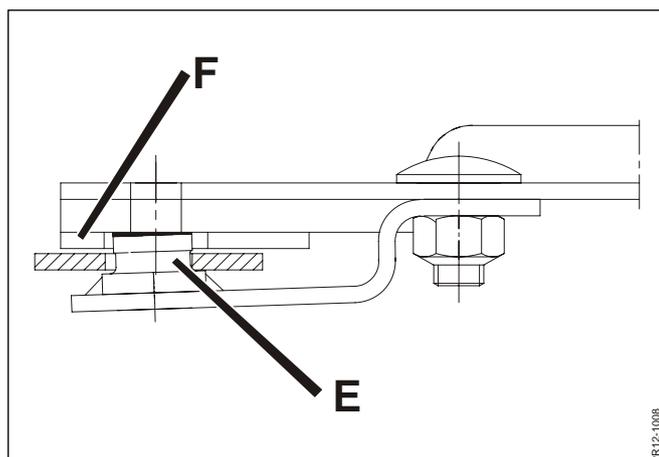

Fig. 5-22
- Fig. 5-22 - Es darf keine Verschmutzungen zwischen den Anlageflächen des Messerzapfens und der Scheibe geben und es ist sicherzustellen, dass der Zapfen **E** des Messerhalters korrekt gegen die Unterkante der Scheibe **F** anliegt.